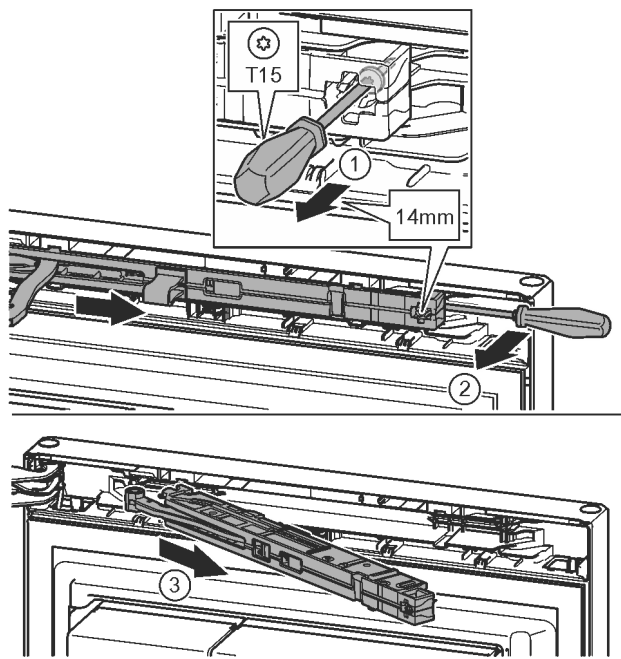

Fig. 12
- За допомогою викрутки T15 ослабте гвинт на демферному вузлі приблизно на 14 мм. *Fig. 12 (1)*
- Переміщуючи викрутку з боку ручки за демферний вузол, поверніть уперед. *Fig. 12 (2)*
- Витягніть демферний вузол. *Fig. 12 (3)*